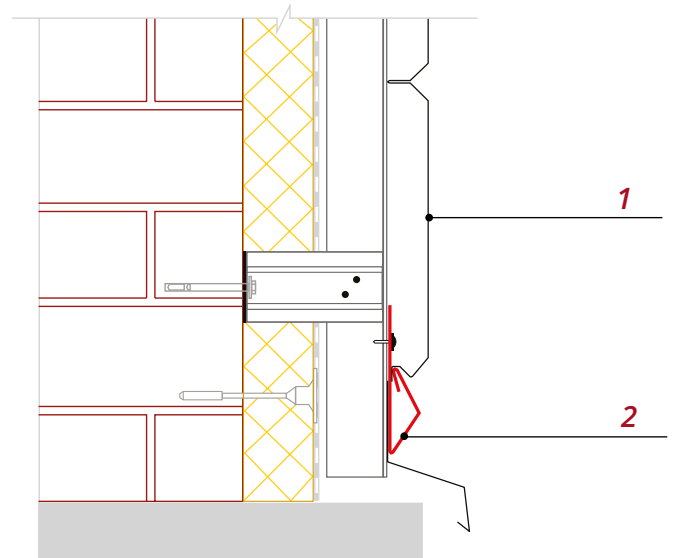

Рис. 17
■ Вставьте панель в пазы доборных элементов и выровняйте ее так, чтобы панель входила в пазы на половину его глубины (или на 10 мм), заведите первую панель **1** в Стартово-финишную планку **2**, как показано на *рис.17*.